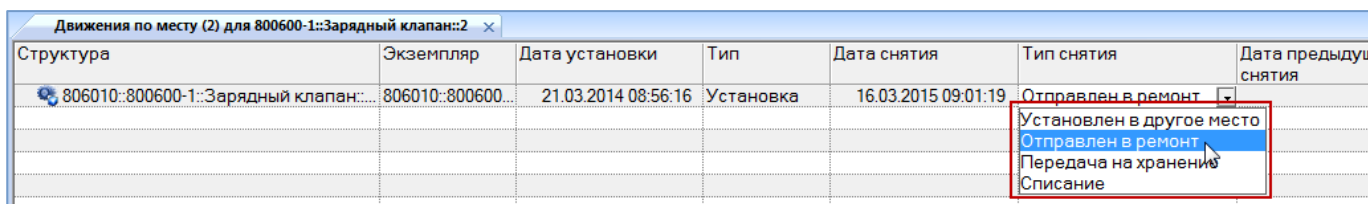

Рис. 13-149 – Указать тип снятия
6) Выбрать из раскрывающегося списка в поле «Тип снятия» нужное значение (рис. 13-149).